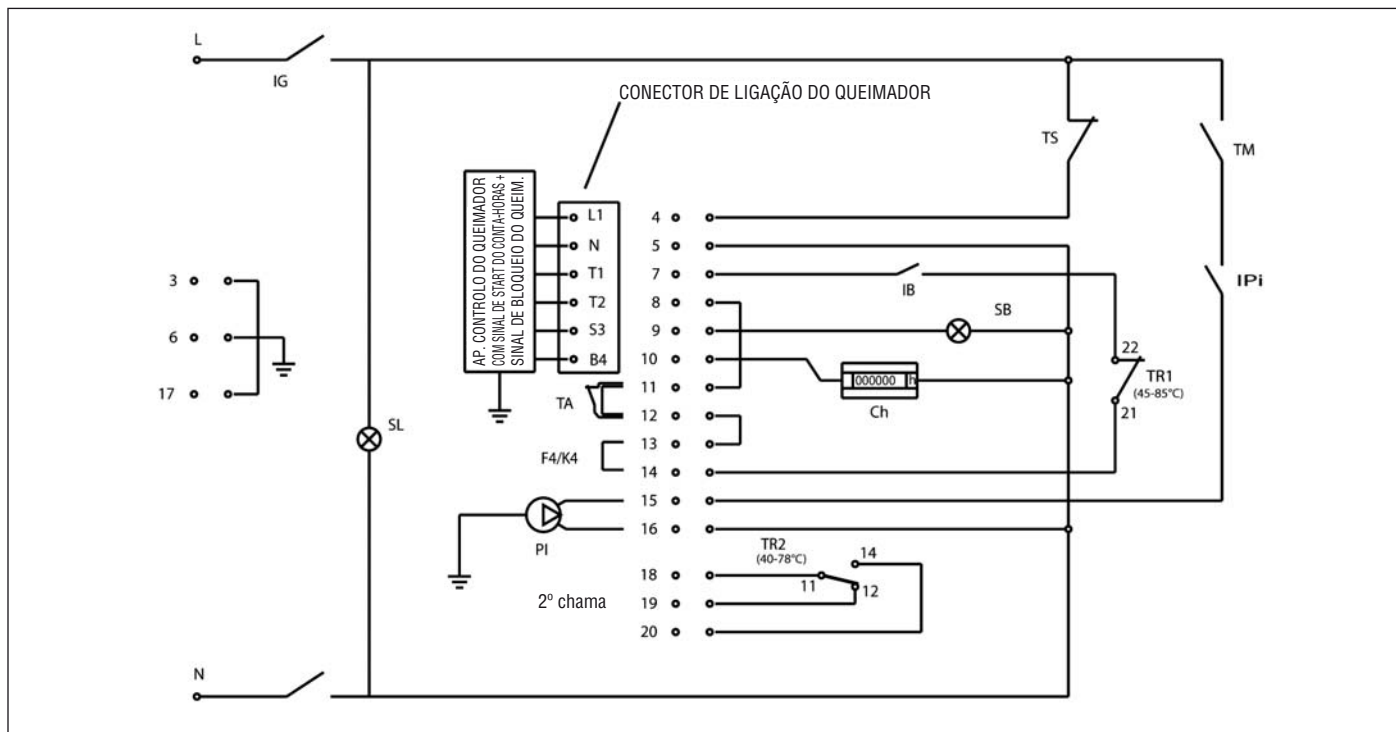

Fig. 17
7.2 Esquema eléctrico para queimador e bomba monofásica (Fig. 17)
10.4 Limpeza da caldeira (Fig. 17)